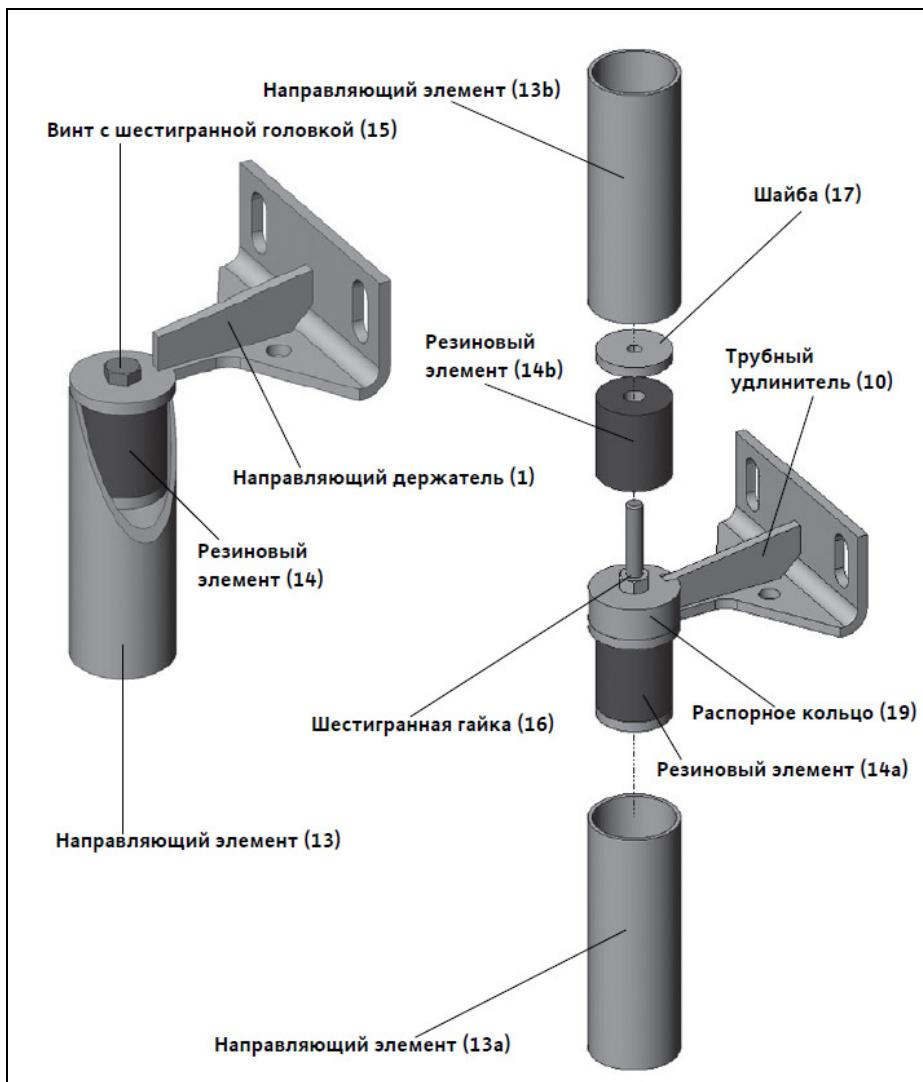

Рис. E-4: Фиксация направляющих элементов
- Направляющий элемент (13, рис. E-4) фиксируется резиновым элементом (14) на соответствующем креплении направляющего элемента.
- В направляющем держателе (1) резиновый элемент (14) сжимается путем вращения винта с шестигранной головкой (15).
- В трубном удлинителе (10) нижний направляющий элемент (13a) фиксируется нижним резиновым элементом (14a). Он сжимается шестигранной гайкой (16).
- Верхний направляющий элемент (13b) фиксируется верхним резиновым элементом(14b). После того, как был зафиксирован нижний направляющий элемент (13a), устанавливается верхний резиновый элемент (14b), который сжимается шайбой (17). Сожмите верхний резиновый элемент (14b) настолько, чтобы верхний направляющий элемент (13b) мог быть жестко вставлен на крепление.